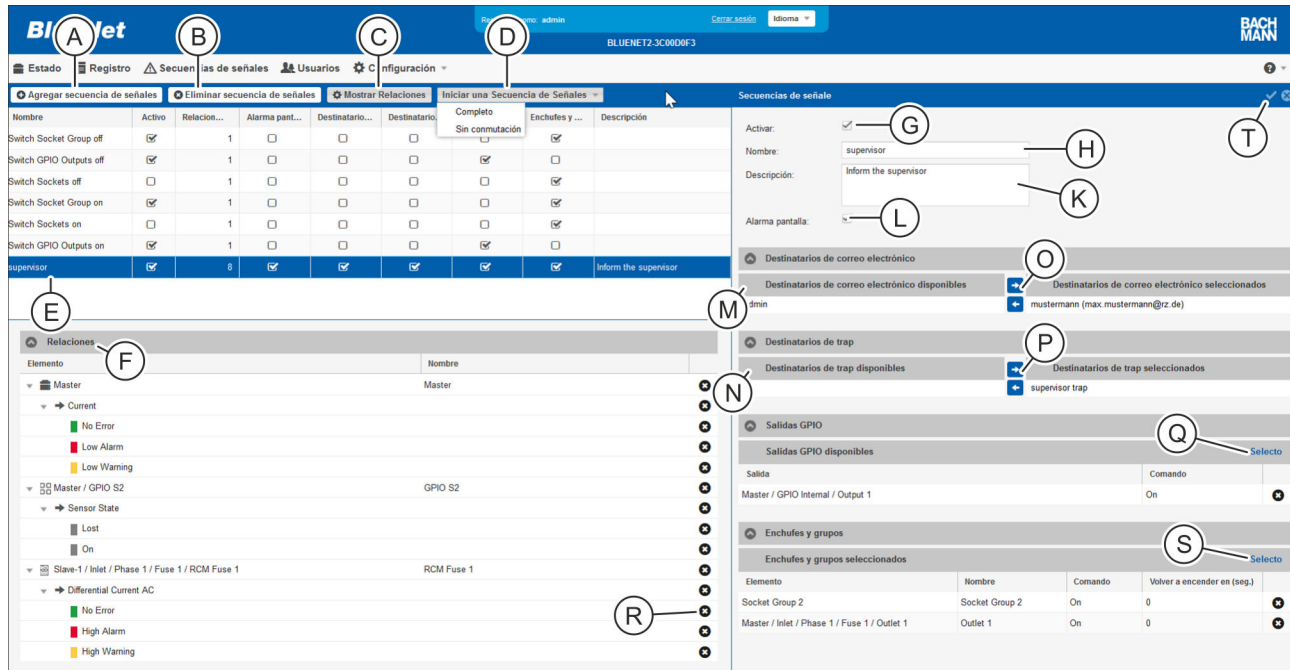

Fig. 125: Menú "Secuencias de señales"
2. ➤ Con el botón "Agregar secuencia de señales" (Fig. 125/Ⓐ), cree una nueva secuencia de señales.
Para modificar una secuencia de señales existente, seleccione la secuencia de señales correspondiente en la lista (Fig. 125/Ⓒ).
3. ➤ En el campo "Secuencias de señales", introduzca un nombre para la secuencia de señales (Fig. 125/Ⓓ).
4. ➤ Desactive la casilla de verificación "Activar" (Fig. 125/Ⓔ) para desactivar la secuencia de señales.
5. ➤ En caso necesario, introduzca una descripción de la secuencia de señales (Fig. 125/Ⓕ).
6. ➤ En caso necesario, marque la casilla de verificación "Alarma pantalla" para que aparezca un mensaje de alarma en la pantalla de la PDU (Fig. 125/Ⓖ).
7. ➤ En el campo "Destinatarios de correo electrónico disponibles" (Fig. 125/Ⓚ), seleccione en caso necesario un destinatario para el mensaje de correo electrónico y arrástrelo con el botón ➡ (Fig. 125/Ⓛ) hasta el campo "Destinatarios de correo electrónico seleccionados".
8. ➤ En el campo "Destinatarios de trap disponibles" (Fig. 125/Ⓚ), seleccione en caso necesario un destinatario de trap y arrástrelo con el botón ➡ (Fig. 125/Ⓛ) hasta el campo "Destinatarios de trap seleccionados".
9. ➤ Si la secuencia de señales debe asociarse a una salida del módulo GPIO, seleccione el botón "Selecto" (Fig. 125/Ⓞ).
11. En caso necesario, seleccione en la lista la salida correspondiente y con el menú de selección "Encendido" / "Apagado" debajo del botón "Seleccionar" (Fig. 125/X) determine si hay que conectar o desconectar el relé al emitirse la secuencia de señales.
12. Si la secuencia de señales debe asociarse a un enchufe o grupo de enchufes, seleccione el botón "Seleccionar" (Fig. 125/B).
14. En caso necesario, seleccione en la lista la salida correspondiente y con el menú de selección "Encendido" / "Apagado" debajo del botón "Seleccionar" (Fig. 125/X) determine si hay que conectar o desconectar el enchufe o grupo de enchufes al emitirse la secuencia de señales.
15. Confirme la selección con el botón "Guardar" (Fig. 125/C).
- ⇒ La secuencia de señales se ha creado (Fig. 125/C).
Para obtener una vista general de los elementos asignados a una secuencia de señales, seleccione la secuencia de señales que desee (Fig. 125/Ⓜ) y haga clic en el botón "Relaciones" (Fig. 125/Ⓜ). Se muestra el campo "Relaciones" (Fig. 125/Ⓜ).
Para iniciar manualmente una secuencia de señales, seleccione la secuencia de señales que desee (Fig. 125/Ⓜ) y, a continuación, seleccione el punto de menú "Iniciar una Secuencia de Señales → Sin conmutación" (Fig. 125/Ⓜ). En función de la configuración de la secuencia de señales, se activarán de forma consecutiva un correo electrónico de prueba, un trap SNMP y una alarma en pantalla. Al seleccionar el punto de menú "Iniciar una Secuencia de Señales → Completo" (Fig. 125/Ⓜ), se conectan o desconectan los enchufes/grupos de enchufe o las salidas GPIO.
Para eliminar una secuencia de señales, seleccione la secuencia de señales que desee (Fig. 125/Ⓜ) y haga clic en el botón "Eliminar secuencia de señales" (Fig. 125/Ⓜ). A continuación, aparece un cuadro de diálogo con una pregunta que debe confirmarse.